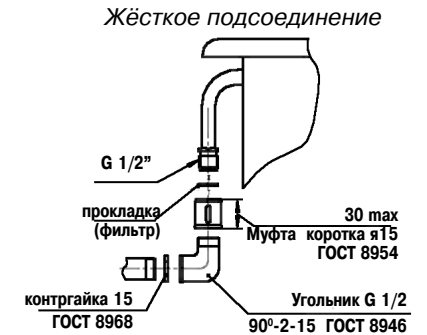

Рис.4 Жесткое подсоединение
**Жесткое подсоединение (рис. 4).**